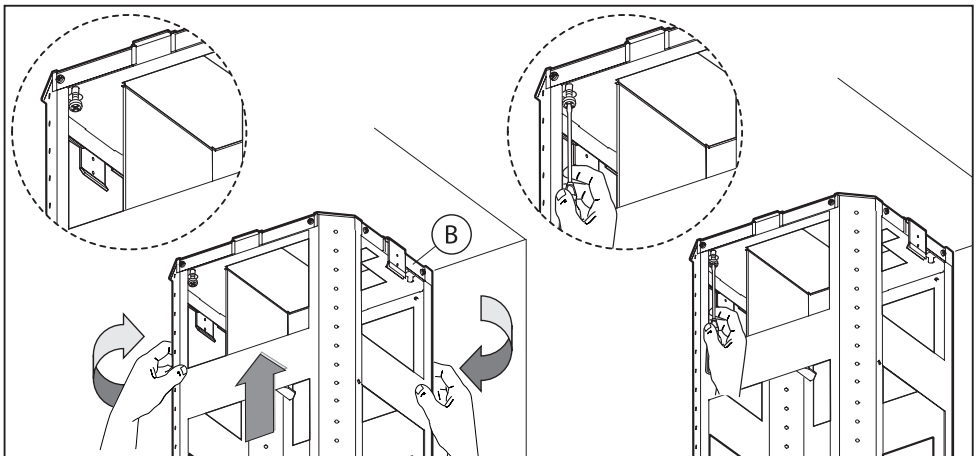

Fig.4 / 4. attëls
- Tag den øverste del af strukturen **B** (Fig.4) og placér den mod de 3 ikke helt fastskruede skruer **i** overensstemmelse med de 3 huller. Drej en lille smule, til den er fastgjort (Fig.4). Skru den fjerde skrue **X** i og stram de 3 resterende, for helt at blokere den øverste del af strukturen **B**.